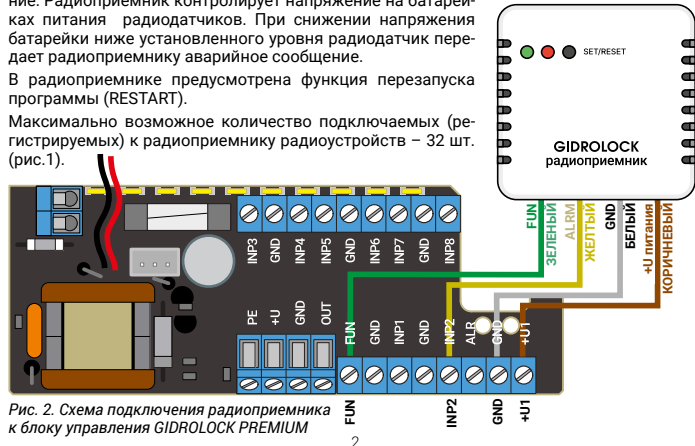

Рис. 2. Схема подключения радиоприемника к блоку управления GIDROLOCK PREMIUM
- к блоку управления GIDROLOCK PREMIUM – рис. 2;